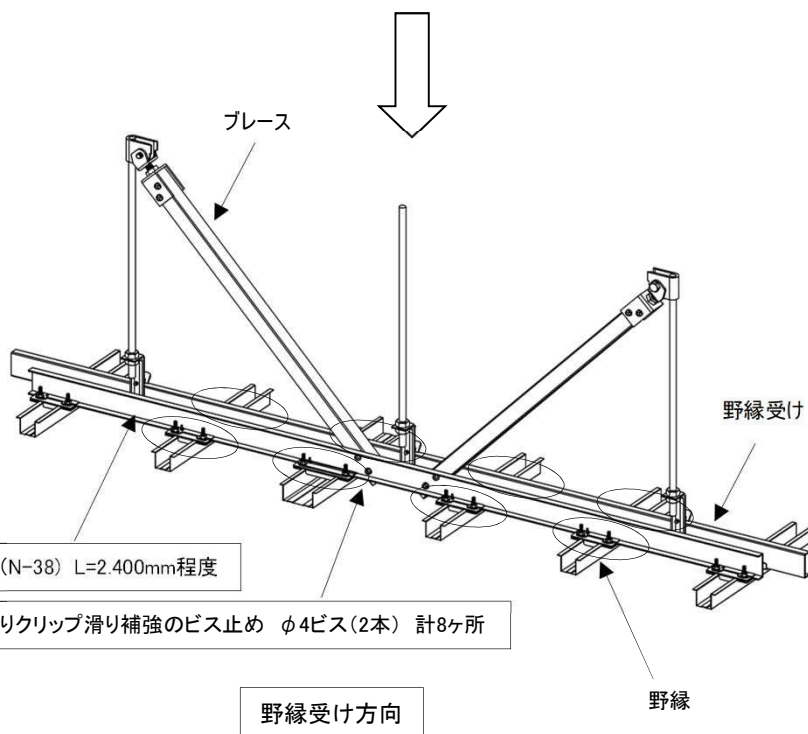

図 2-15 ブレース下部接続方法
- ・次にクリップ滑り補強の為に野縁受側4ヶ所、ブレース受側4ヶ所、計8ヶ所をφ4ビス(2本)で止める。(図2-15参照)